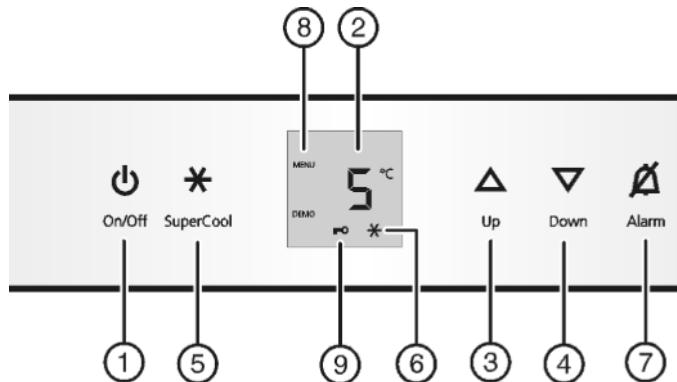

Fig. 2
- Натисніть клавішу On/Off Fig. 2 (1).
- Вимкнення режиму настройки: натисніть клавішу SuperCool Fig. 2 (5) і утримуйте близько 5 секунд.
- Світиться символ "Меню" Fig. 2 (8).
- Для підтвердження натисніть і швидко відпустіть клавішу SuperCool Fig. 2 (5).
- Для увімкнення функції захисту натисніть і швидко відпустіть клавішу SuperCool Fig. 2 (5).
- Світиться символ "Функція захисту" Fig. 2 (9). На індикаторі блимає **c**.
- Для вимкнення функції захисту натисніть і швидко відпустіть клавішу SuperCool Fig. 2 (5)..
- Гасне символ функції захисту Fig. 2 (9). На індикаторі блимає **c**.
- Вихід з режиму настройки: Натисніть клавішу On/Off Fig. 2 (1).
- натисніть сигнальну клавішу Alarm Fig. 2 (7).
- Настройка більш високої температури: Натисніть клавішу Up Fig. 2 (3).
- Настройка більш низької температури: Натисніть клавішу Down Fig. 2 (4).
- натисніть і швидко відпустіть клавішу SuperCool Fig. 2 (5).
- Світиться символ SuperCool Fig. 2 (6).
- Вимикається символ SuperCool Fig. 2 (6).